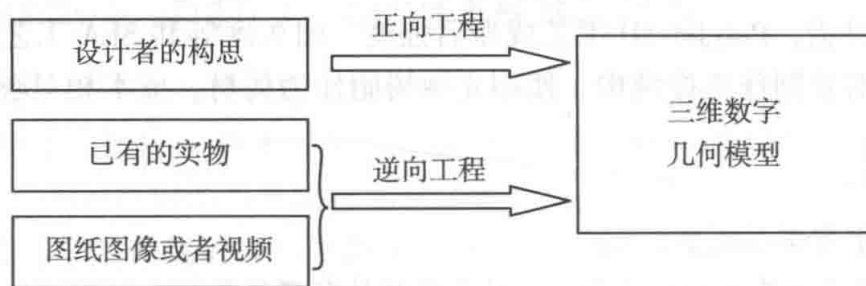

图 3-1 产品设计中的正向工程和逆向工程
如图 3-1 所示，第一种方式称为正向工程，第二种和第三种方式都是从已有的实物获取 3D 数字化模型，称为逆向工程（Reverse Engineering, RE），也称为反求工程或反向工程。在新产品开发中，逆向工程就是以已有产品为蓝本，在消化、吸收已有产品结构、功能或技术的基础上进行必要的改进和创新，开发出新产品。
- (1) 基于特征。构成模型的元素称为特征。SolidWorks 特征分为草图特征和应用特征。基于二维草图的特征可通过拉伸、旋转、扫描或放样转换为实体。应用特征为直接创建于实体模型上的圆角和倒角等。如图 3-1 所示。
- (2) 参数化。用于创建特征的尺寸与几何关系，可以被记录并保存于设计模型中。
- (3) 原点。显示为两个蓝色箭头，代表模型的（0，0，0）坐标。当草图为激活状态时，草图原点显示为红色，代表草图的（0，0，0）坐标。
- (4) 基准面。平的构造几何体。可以使用基准面来添加 2D 草图、模型的剖面视图和拔模特征中的中性面等。